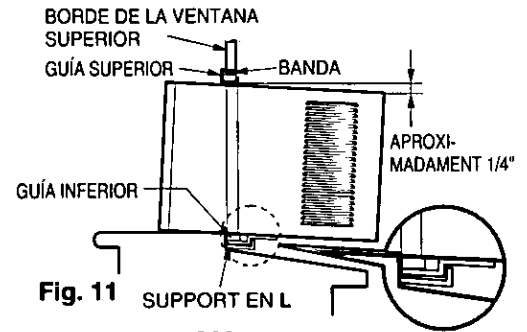

Fig. 11 SUPPORT EN L
b. Mientras mantiene el aire acondicionado en posición, cuidadosamente baje el borde de la ventana superior hasta la guía superior del aire acondicionado, como en la Fig. 11.